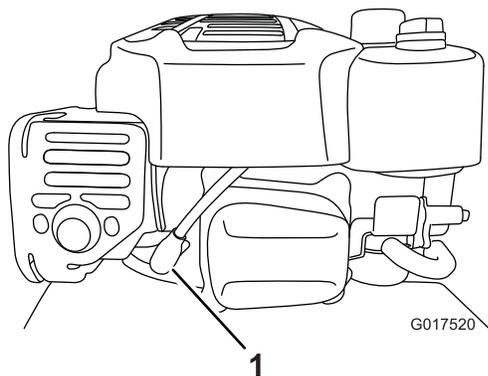

Figure 29
2. Débranchez le fil de la bougie (Figure 29).